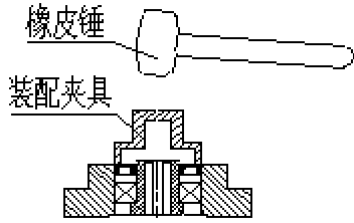

图 25
6.2.3.3 如图 25 所示，利用装配夹具将油封装入箱体。